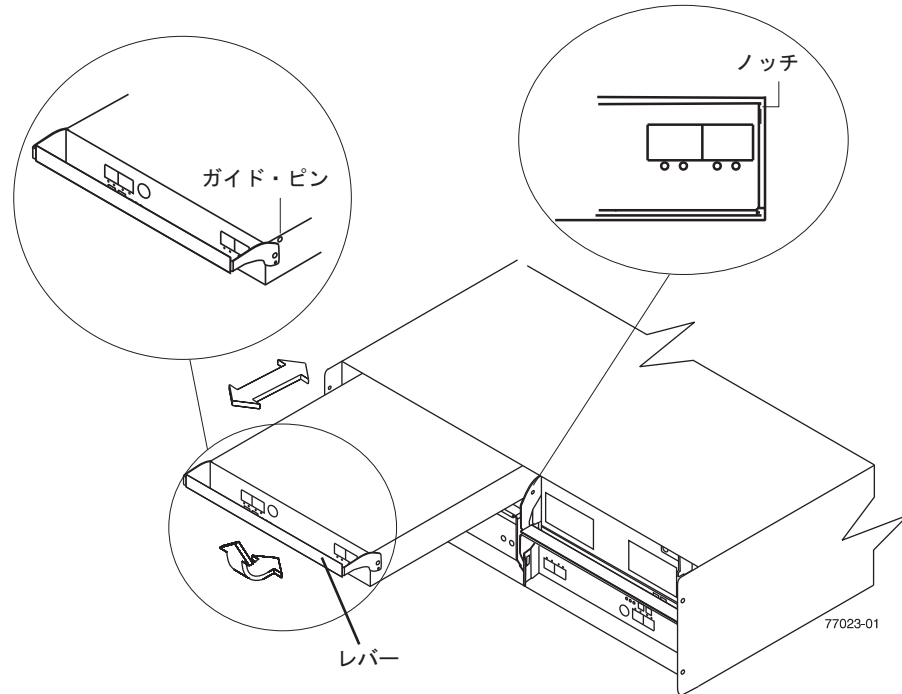

図 37. 環境サービス・モジュール (ESM) の取り外しと交換
8. ラッチを締めながら、レバーを 90° (レバーが水平になるように) 引き開けます。レバーをシャーシから引き離し、図 37 に示すように ESM を EXP5000 ミッドプレーンから取り外します。
- b. ゆっくりとレバーを EXP5000 シャーシから引き離し、101 ページの図 37 に示すように ESM を ESM ベイから取り外します。(ESM をシャーシから取り外し、静電気の放電 (ESD) から保護された面に置きます。)